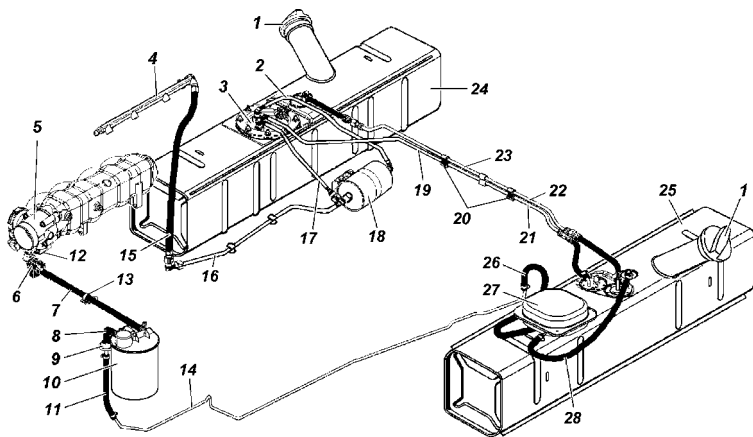

Рис. 9.9. Схема системы питания двигателя топливом:
**Топливные баки 24, 25 (рис. 9.9).** Обслуживание топливных баков заключается в периодической промывке фильтра топливного модуля (правый бак) и промывке самих баков.
- откройте люк в полу кузова над топливным модулем 3, отверните болты крепления сепаратора 27 (рис. 9.9), выньте его и отсоедините от него шланги;
**Топливный модуль 3** (рис. 9.9) погружного типа, включающий в себя электробензонасос, сетчатый фильтр, струйный насос, регулятор давления и датчик указателя уровня топлива.